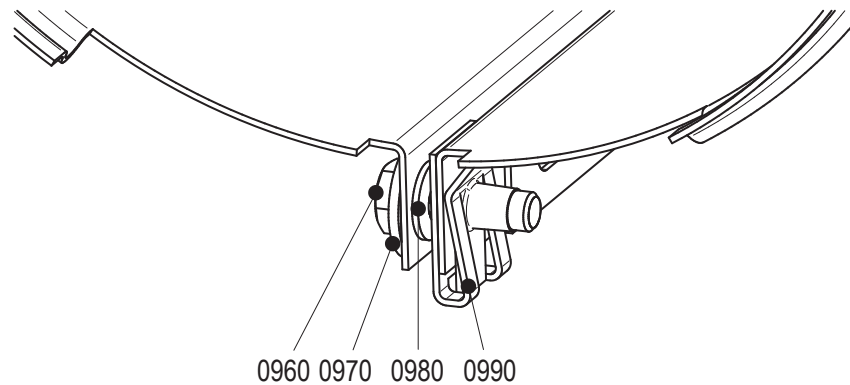

Abbildung 20: Montieren der Haube.
- 1 Schrauben lösen (0960). Siehe Abbildung 20.
- 3 Schutzhaube schließen und Schraube (0960) anbringen. Siehe Abbildung 20.
- 5 Schutzhaube schließen und Schraube (0960) anbringen. Siehe Abbildung 20.